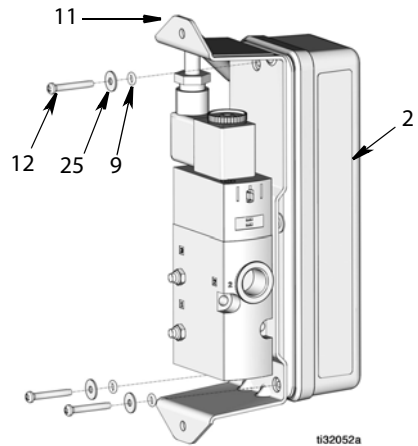

Рис. 26
5. Извлеките три винта (12), шайбы (25) и уплотнительные кольца круглого сечения (9), крепящие кронштейн регулятора (11) к корпусу (2) (Рис. 26).